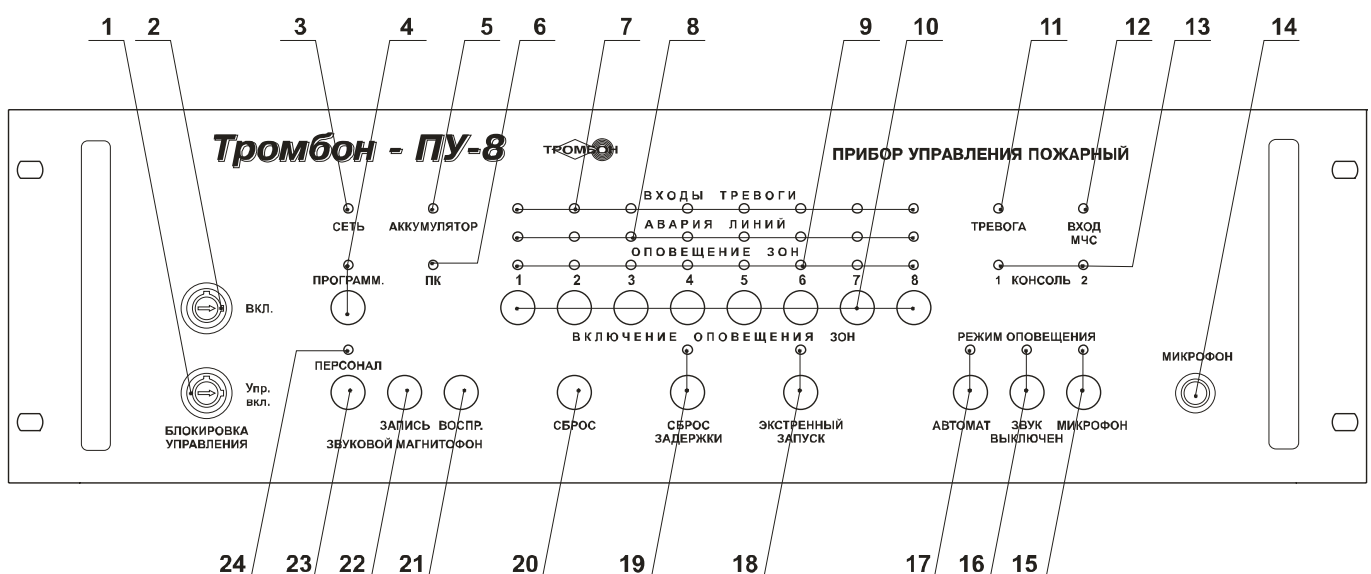

Рис. 1. Внешний вид ППУ «Тромбон – ПУ-8» и расположение органов управления и индикации.
- Любое другие значения сопротивления линии связи, отличные от указанных, воспринимается Прибором как авария линии связи на соответствующем входе. ППУ при этом зажигает на передней панели соответствующий индикатор аварии линий (рис. 1, поз. 8) и периодически издает звук зуммера.
Порог исправности линий, заданный изготовителем, составляет $\pm 12\%$ от сохраненного в памяти значения, полученного при инсталляции. В случае отклонения сопротивления линии на большую величину Прибор зажигает на передней панели соответствующий индикатор «Авария линий» (рис. 1, поз. 8) и периодическими звуками зуммера привлекает внимание оператора. Неисправные линии в дальнейшей работе Прибором не используются.